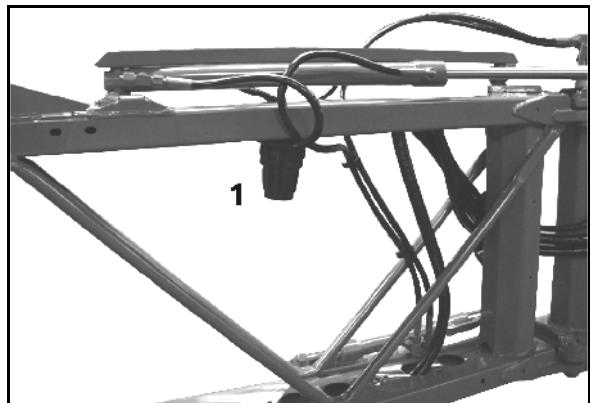

Fig. 152
- Rengjør ledningsfiltrene (Fig. 152/1) avhengig av driftsforholdene hver 3. til 4. måned.